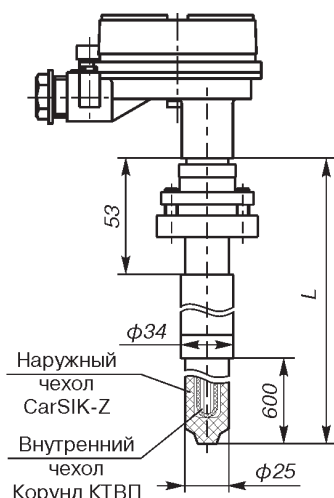

Рис.5 (ост.см.рис.1).
**20** по рис.5 (только ТПР Метран-212)